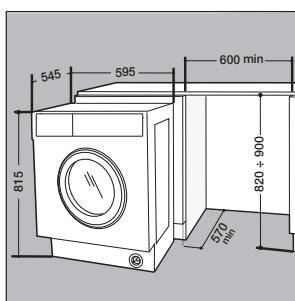

Fig. 6
- Вставьте машину в нишу, выровняв ее с мебелью (*рис. 6*).